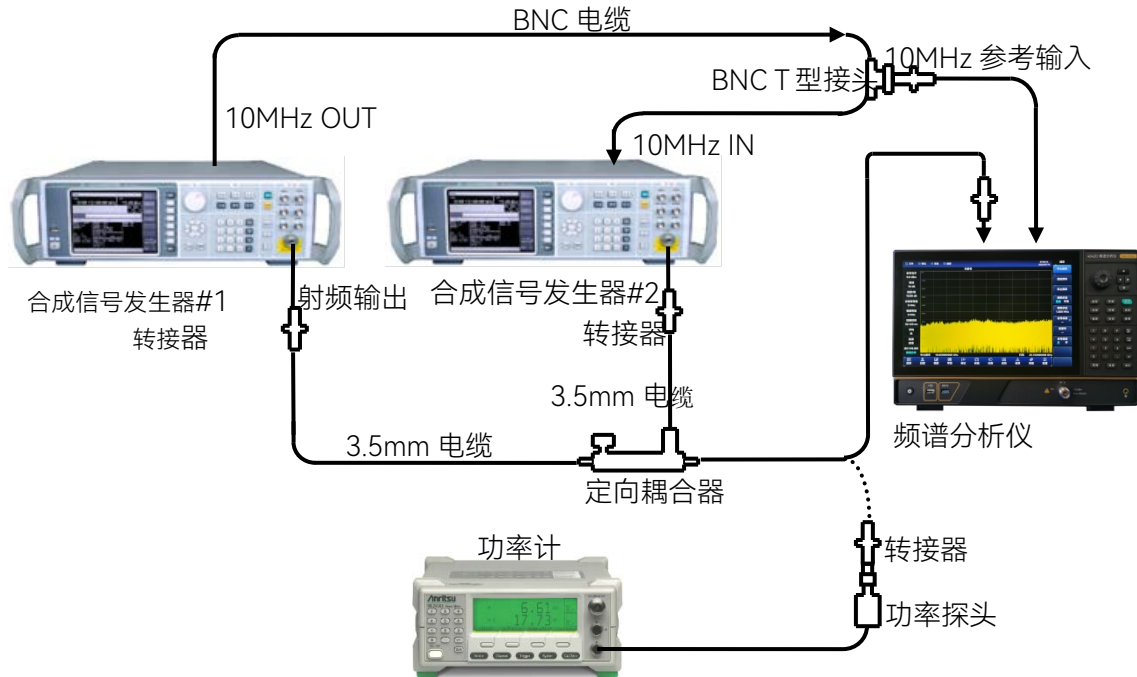

图 15.12 1dB 增益压缩测试框图
- 2) 如图 15.12 实线连接测试仪器，合成信号发生器#1 为频谱分析仪与合成信号发生器#2 提供 10MHz 频率参考，定向耦合器选择射频定向耦合器；